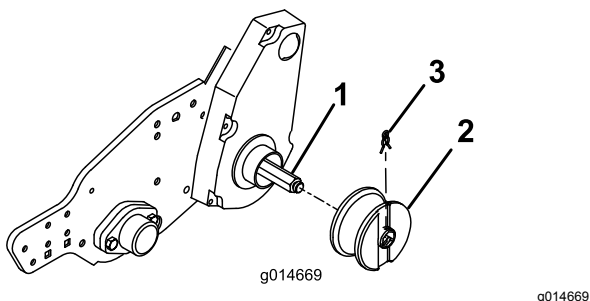

Figura 10
3. Coloque una rueda en cada eje y sujétela con un clip de rueda (Figura 10).